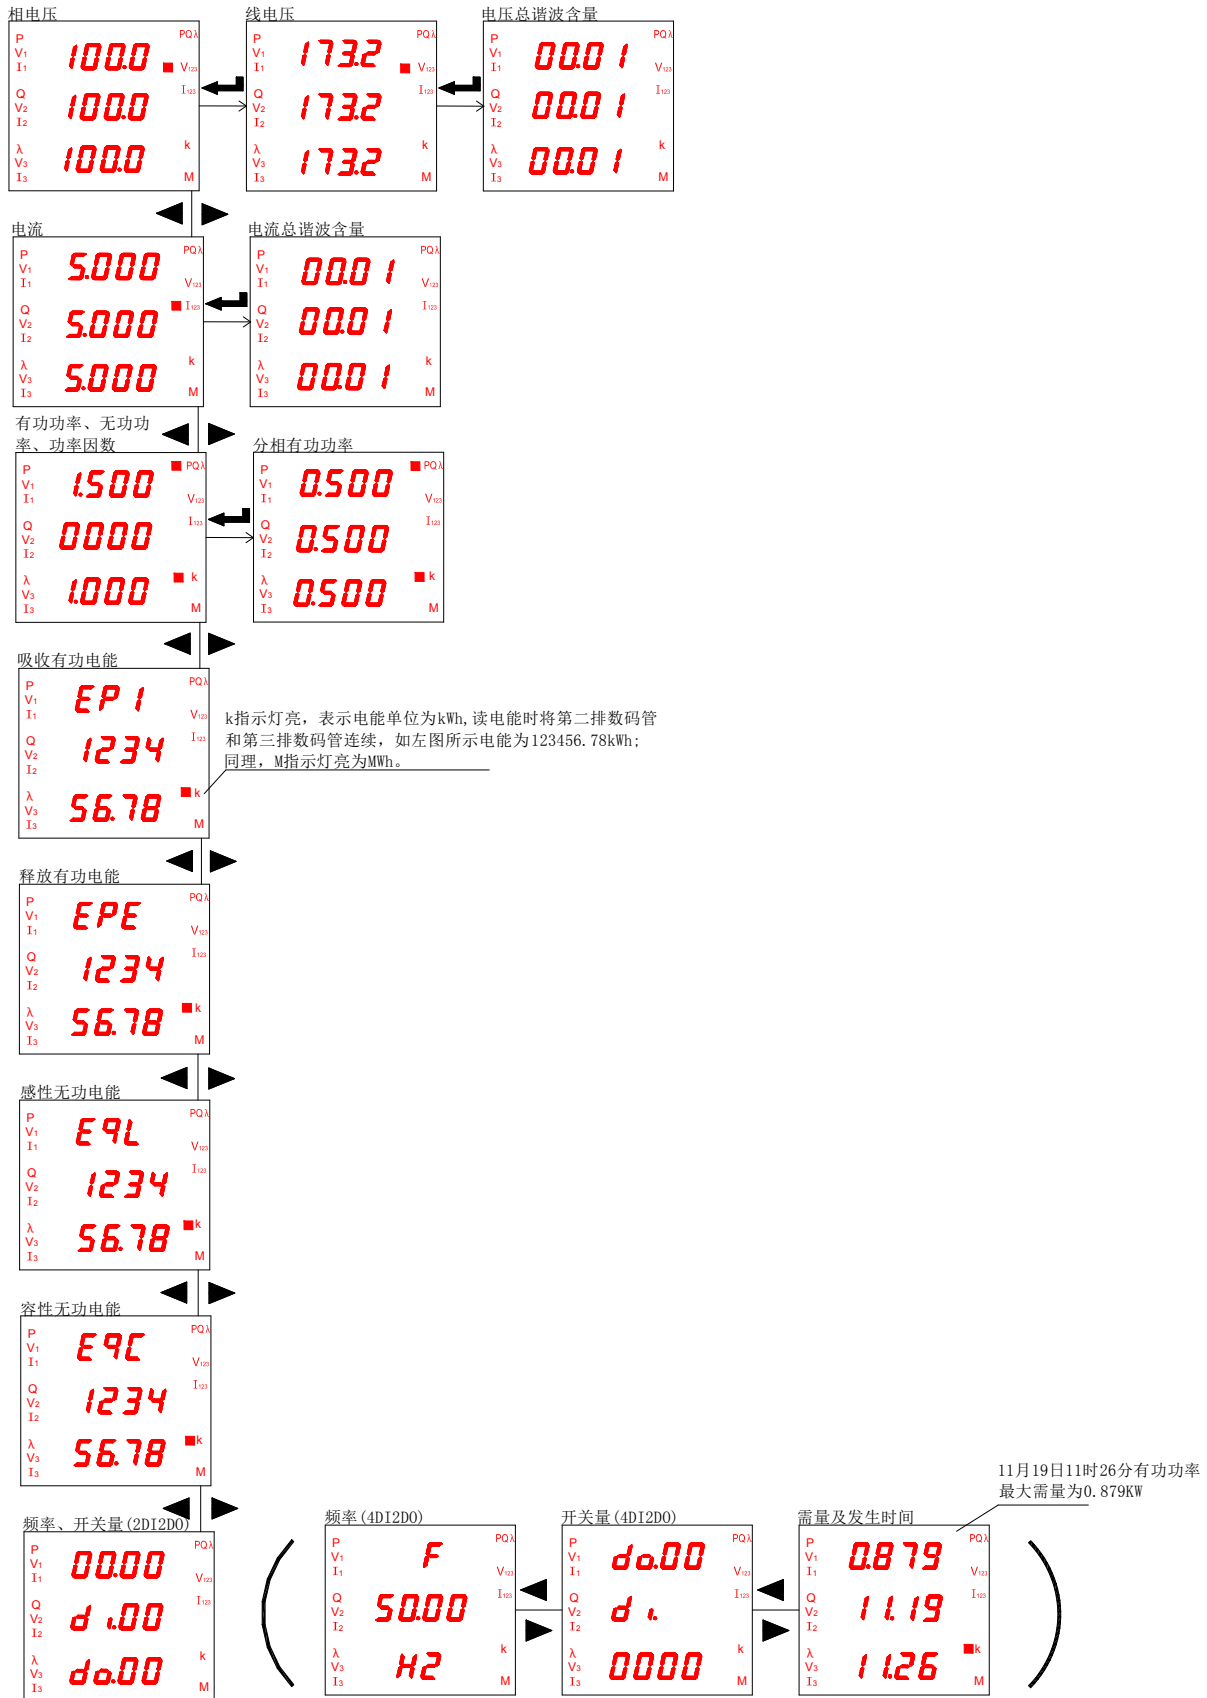

图 13
5.2.1 查看 AMC72/96 电流、电压、功率、电能和频率的操作步骤如图 13、14 所示。